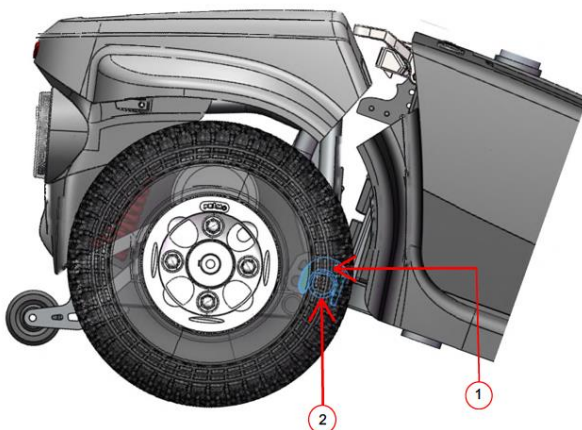

Abbildung 8. Rahmenverriegelung
ACHTUNG – Bevor Sie mit dem Zusammenbau beginnen, kippen Sie die hintere Hälfte des Elektromobils leicht nach hinten auf die Kippschutz-Räder, wie in Abbildung 8 dargestellt.
3. Trennen Sie die beiden Teile des Elektromobils langsam voneinander. Siehe Abbildung 8.
1. Heben Sie den Vorderrahmen mit dem Griff der Rahmenverriegelung an, während Sie die Rahmenhaken 1 des Vorderrahmens auf das hintere Rahmenrohr 2 des Hinterrahmens ausrichten. Siehe Abbildung 8.
2. Wenn sich die Rahmenhaken 1 über dem hinteren Rahmenrohr 2 befinden, senken Sie den Vorderrahmen ab und schwenken gleichzeitig den Hinterrahmen. Hierdurch wird die Rahmenverriegelung automatisch aktiviert. Siehe Abbildung 8.